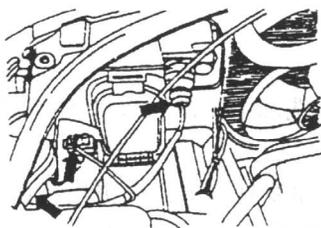

图 1.5 拆下前灯线束插头和温度传感器线束插头
- (8) 拆下前灯线束插头和散热器风扇区域温度传感器线束插头，如图 1.5 所示。